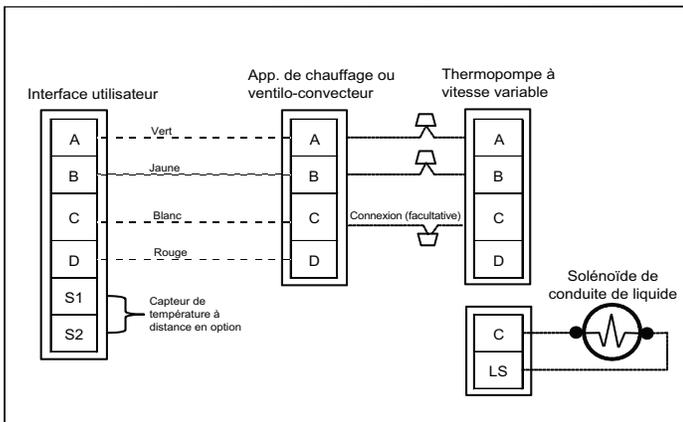
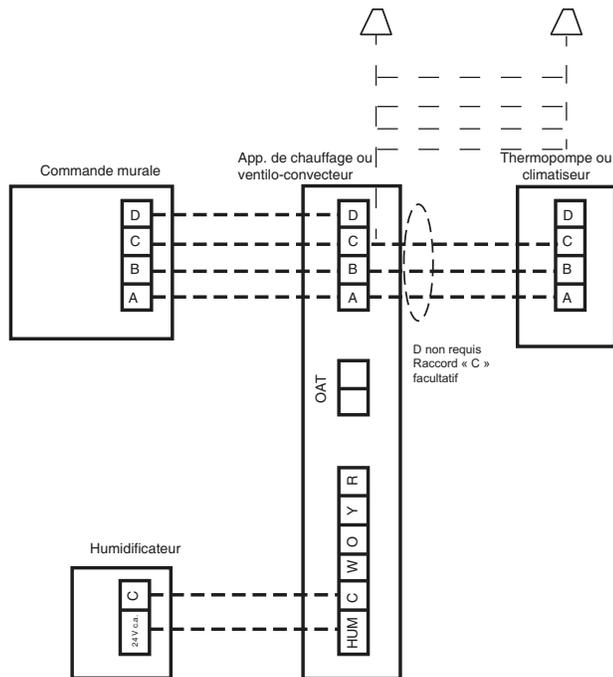

Fig. 4 – Branchement électrique d'électrovanne de conduite de liquide
Fig. 5 – Câblage d'appareil de chauffage ou de ventilateur-convecteur Infinity avec thermopompe communicante à vitesse variable
Effectuez les raccordements électriques nécessaires conformément à la Fig. 4 et à la Fig. 5 et aux instructions d'installation fournies avec la trousse d'accessoires.
Raccordement à l'équipement Infinity. Seuls deux fils (AB) sont requis pour les modules intérieurs compatibles Infinity (appareil de chauffage ou ventilo-convecteur). Un raccordement type à quatre fils (ABCD) peut être utilisé (consultez la Fig. 5).